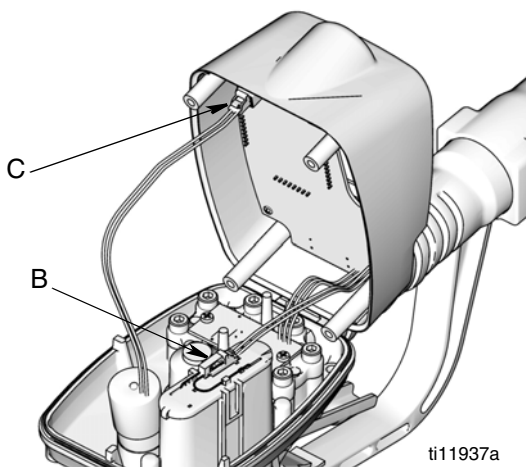

FIG. 31
3. Dé la vuelta al contador e incline la tapa hacia atrás (FIG. 31).